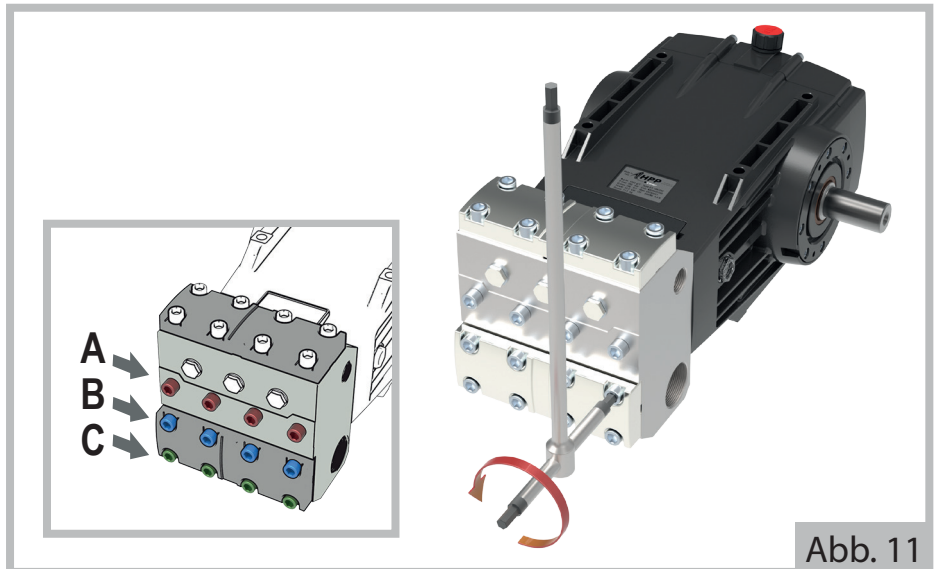

Abb. 11
- a) Mit einem 12 mm-Inbusschlüssel die vier Schrauben **C** um eine Schlüsseldrehung lockern und die acht Schrauben **A** und **B** vollständig losschrauben (siehe Detail in Abbildung 11). Den Kopf (3) vorsichtig herausnehmen.